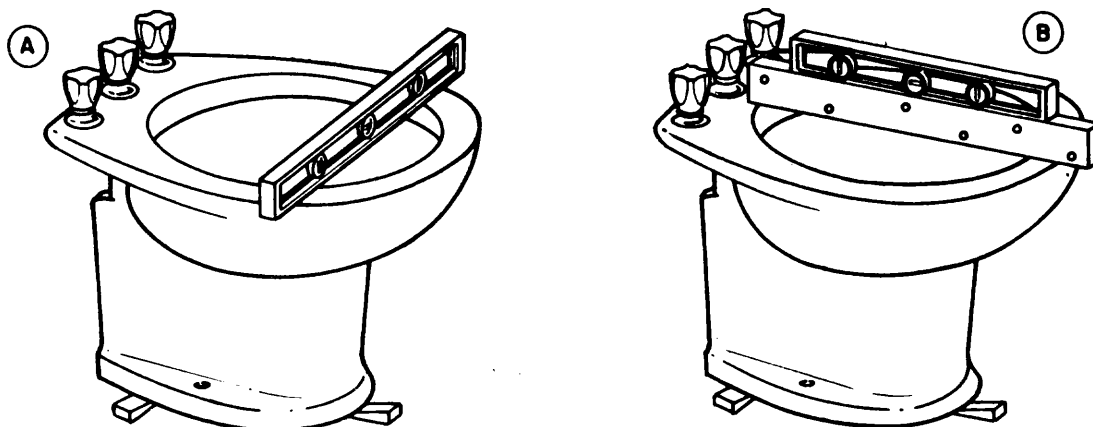

Fig. 2
2) Debe nivelarse en dos direcciones perpendiculares (figs. 2-A, 2-B).